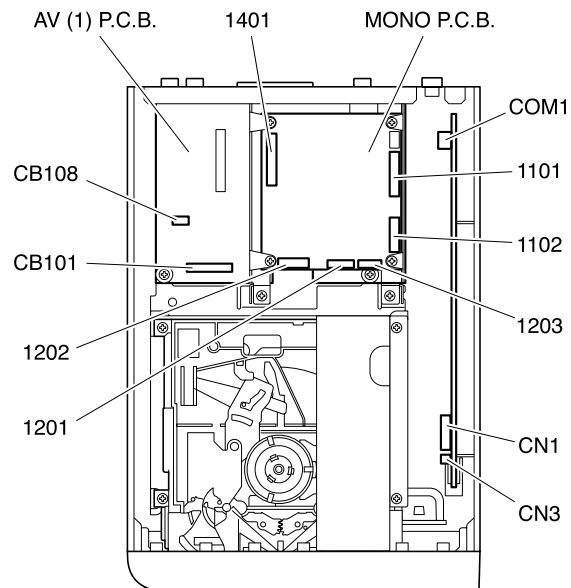
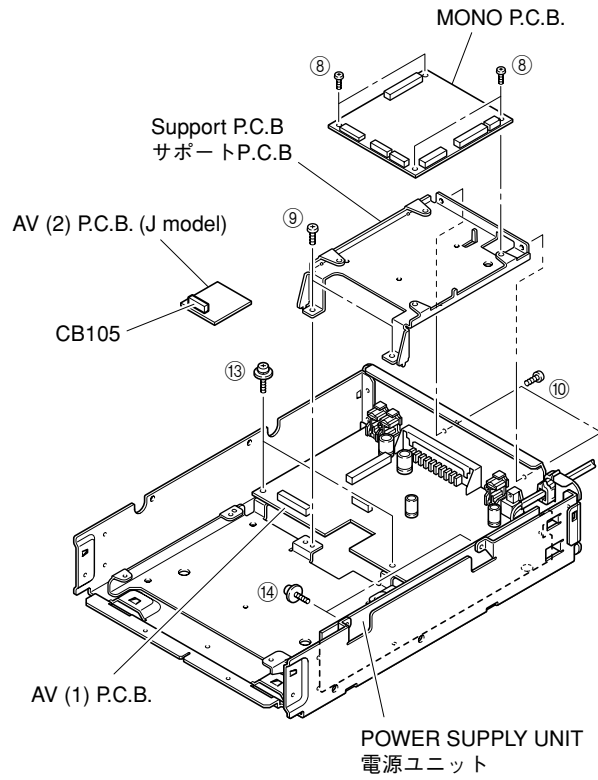

Fig. 3
Fig. 5
- Remove connector CB101. (Fig. 3)
- Remove connectors CB108, 1201 and 1202. (Fig. 3)
- コネクタ CB101を外します。(Fig. 3)
- コネクタCB108、1201、1202を外します。(Fig. 3)
- Remove 4 screws (⑧). (Fig. 5)
- Remove connectors 1101, 1102, 1203 and 1401. (Fig. 3)
6. Removal of AV (1) P.C.B.
- Remove 2 screws (⑨), 2 screws (⑩). (Fig. 5)
- Remove connectors CN1 and CN3. (Fig. 3)
- Remove the AV (1) P.C.B..
- Remove 2 screws (⑭). (Fig. 5)
- Remove connector COM1. (Fig. 3)
- ⑧のネジ4本を外します。(Fig. 5)
- コネクタ-1101, 1102, 1203, 1401を外します。(Fig. 3)
6. AV (1)、(2) P.C.B.の外し方
- ⑨のネジ2本、⑩のネジ2本を外します。(Fig. 5)
- コネクタ-CB105を外します。(Fig. 5)
- AV (2) P.C.B.を取り外します。
- ⑫のネジ3本、⑬のネジ2本を外します。(Fig. 5、6)
- コネクタ-CN1、CN3を外します。(Fig. 3)
- AV (1) P.C.B.を取り外します。
- ⑭のネジ2本を外します。(Fig. 5)
- コネクタ-COM1を外します。(Fig. 3)